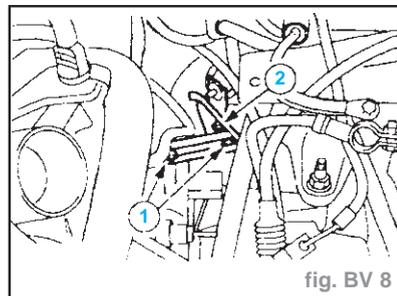

fig. BV 8
- Déposer le renfort (1) de support moteur arrière et le support de la canalisation sous pression de cylindre récepteur (fig. BV 8).
- Poser le renfort (1) (serrer à **10 N.m**) et le support de canalisation sous pression du cylindre récepteur (2) (serrer à **25 N.m**) (fig. BV 8).